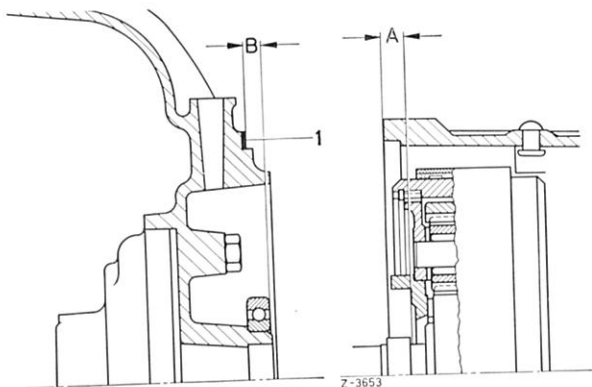

Bild 27–1/46
29 Vorderes Getriebegehäuse (22) mit neuer Dichtung aufsetzen. Befestigungsschrauben einschrauben und mit dem vorgeschriebenen Anziehdrehmoment festziehen (Bild 27–1/47).